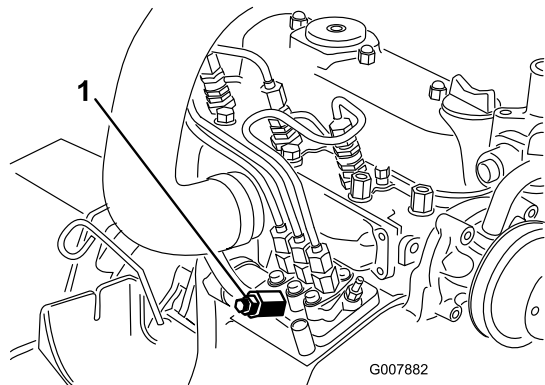

Figure 49
3. Placez un chiffon sous la vis de purge d'air sur la pompe d'injection et ouvrez-la (Figure 49).